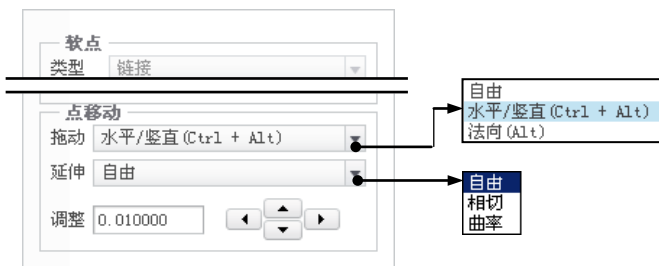
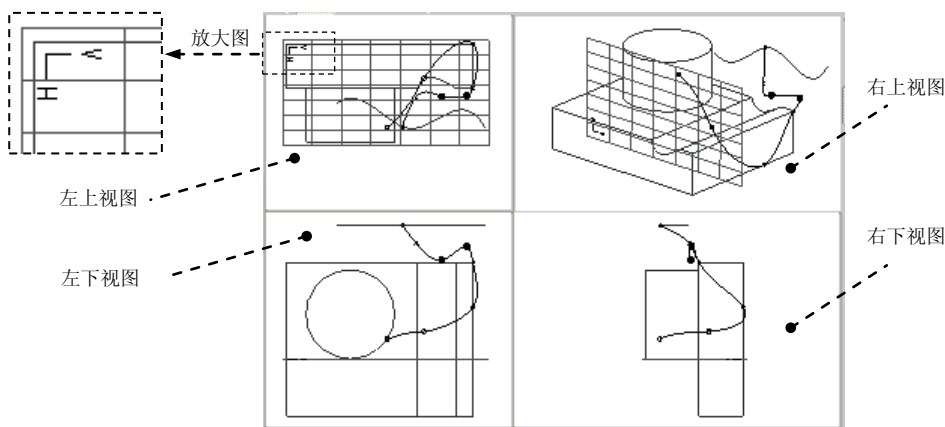

图 8.3.11 “点”界面
图 8.3.12 四个视图
- 水平/竖直方向移动: 按住键盘 Ctrl 和 Alt 键, 仅可在水平、竖直方向移动自由点。或者单击操控板上的选项卡, 系统弹出“点”界面; 在区域的下拉列表中选择水平/竖直 (Ctrl + Alt) 选项, 如图 8.3.11 所示。注意: 此处的“水平”移动方向是指活动平面上图标中的 H 方向, 如图 8.3.12 的放大图所示; “竖直”移动方向是指活动平面上图标的 V 方向。水平/竖直方向移动操作应在“左上视图”进行。
别选择 **法向 (Alt)** 选项, 如图 8.3.11 所示。注意: 垂直方向移动操作应在“左下视图”进行。